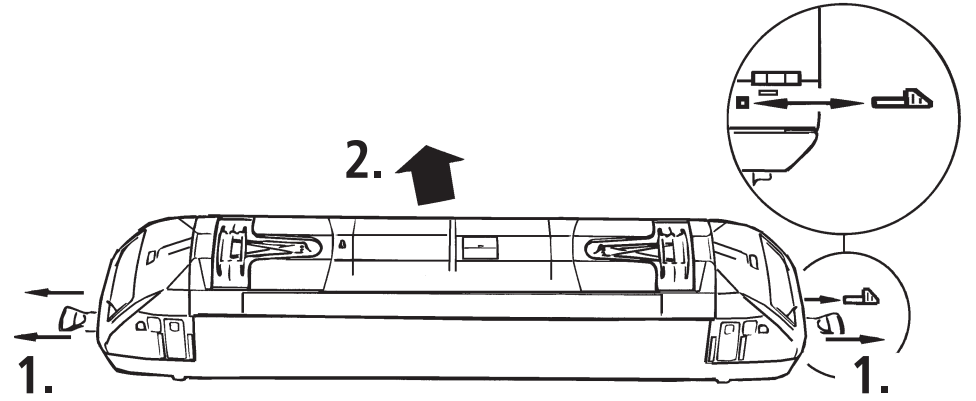

Fig. 5
2. Schmierung: Versehen Sie die im Schmierplan in Fig. 5 gekennzeichneten Stellen mit nur **kleinen Öltropfen**. Dazu zuerst das Lokgehäuse abnehmen (Fig. 4). Für die regelmäßige Schmierung der Radachsen empfiehlt es sich, zuerst mit größter Sorgfalt den Getriebedeckel abzunehmen. Die dafür notwendige Vorgehensweise wird in Fig. 8 grafisch dargestellt. Wir empfehlen den ROCO **Öler Art.-Nr. 10906**. Fürs Schmieren der Getriebeteile (Zahnräder, Schnecke) empfehlen wir das **ROCO-Spezialfett Art.-Nr. 10905**. Im Falle der Schmierung diese Teile **nicht ölen**.
2. Lubrication: Apply **tiny oil drops** to spots marked in fig. 5. Prior to lubrication dismantle locomotive (fig. 4). We recommend using item no. **10906, ROCO oiler**. For lubrication the gearparts (e.g. cogwheels, worm) we should recommend our ROCO **special grease** (item no. **10905**).
2. Graissage: N'appliquez **qu'une toute petite goutte** aux endroits indiqués par le plan de graissage (fig. 5) après avoir démonté la caisse de la locomotive (fig. 4). Nous vous recommandons le **graisseur à huile ROCO réf. 10906**. Pour graisser les engrenages (roues dentées, vis sans fin) nous vous conseillons la **graisse spéciale ROCO réf. 10905** pour engrenages en matières synthétiques. Lorsque vous utilisez cette graisse il faut éviter d'huiler ces composants.